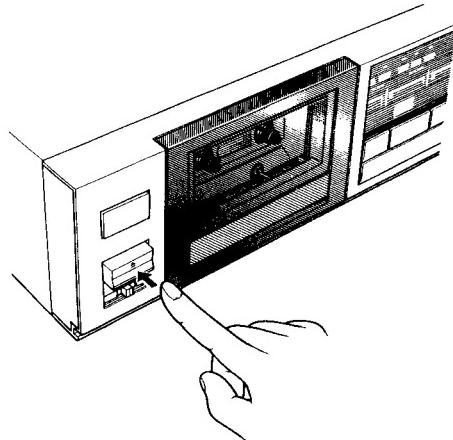

Fig. 20
1. Die Auswurftaste (\blacktriangle) drücken. Dabei springt der Deckel des Kassettenfachs auf. (Fig. 20)